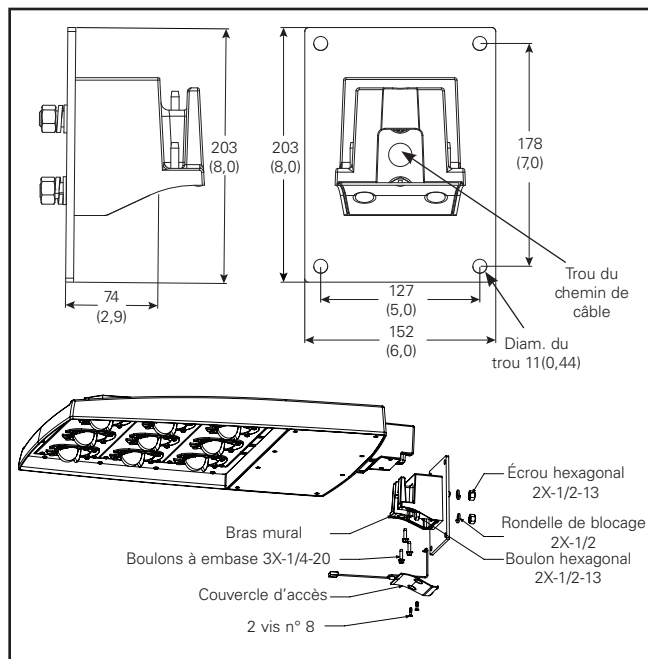

Figure 6.
2. Fixez cette dernière au mur en utilisant quatre (4) boulons (non fournis).
3. Suivez les étapes 3 à 5 de la configuration du bras de montage du poteau comme montré à la Figure 6.